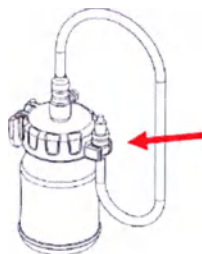

Рис. 5.
2. Зафиксировать коннектор в держателе, расположенном на крышке (см. рис. 5).